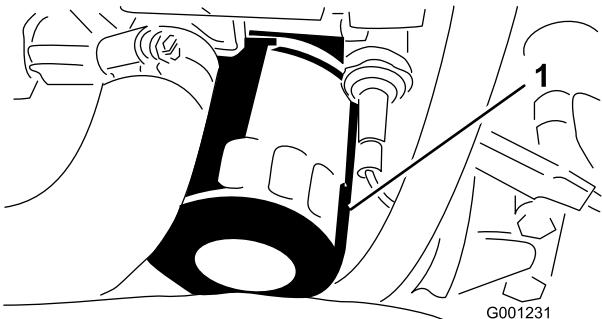

Figura 50
6. Retire e substitua o filtro do óleo (Figura 50).